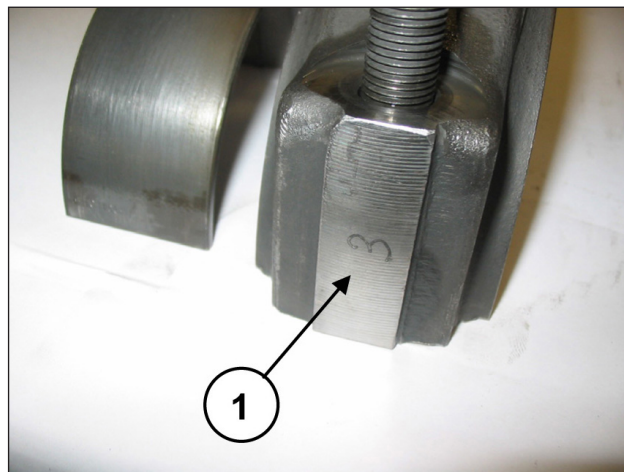

图 42
将半连杆联接先前拆除的连杆帽, 注意编号 (位置①, 图 42)。
将连杆帽与半连杆分开；正确的联接由一侧的编号保证(位置①，图 42)。